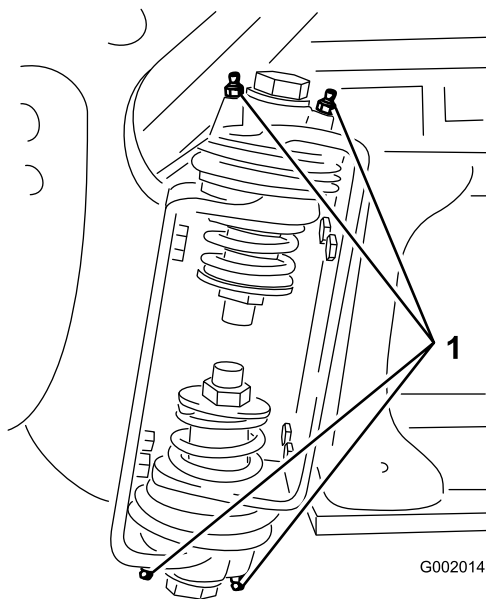

Bild 86
2. Pressen Sie Fett in die Lager oder Büchsen jedes Anschlussstückes Bild 86.